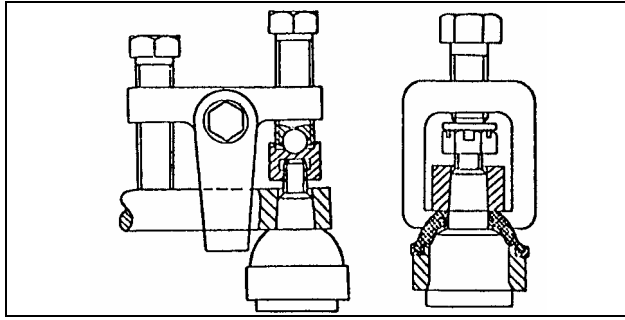

Рис. 7. Выпрессовка пальца шарового шарнира рулевых тяг: слева - специальным съемником, справа - универсальным съемником
- отсоединить шаровый шарнир от сошки, используя специальный или универсальный съемник 7823-6711 (рис. 7);
- используя приспособление (см. рис. 7) отсоединить шаровой шарнир от маятникового рычага;